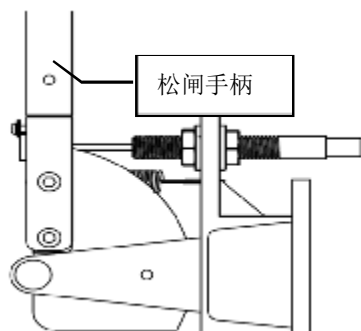

图 76 松闸手柄与控制装置
1. 用随机携带松闸手柄与控制装置按照 (P34 图 76) 连接, 将螺栓插入松闸手柄与控制装置连接处见 (P34 图 76)。